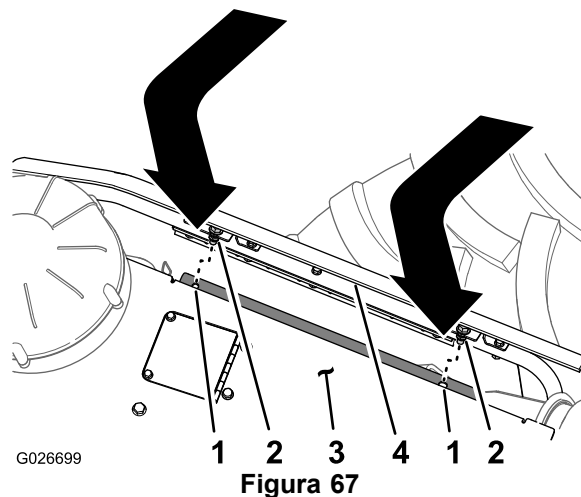

Figura 67
2. Allineate il bullone di fissaggio sopra al pannello laterale con il foro nella flangia di supporto del pannello del cofano (Figura 67).